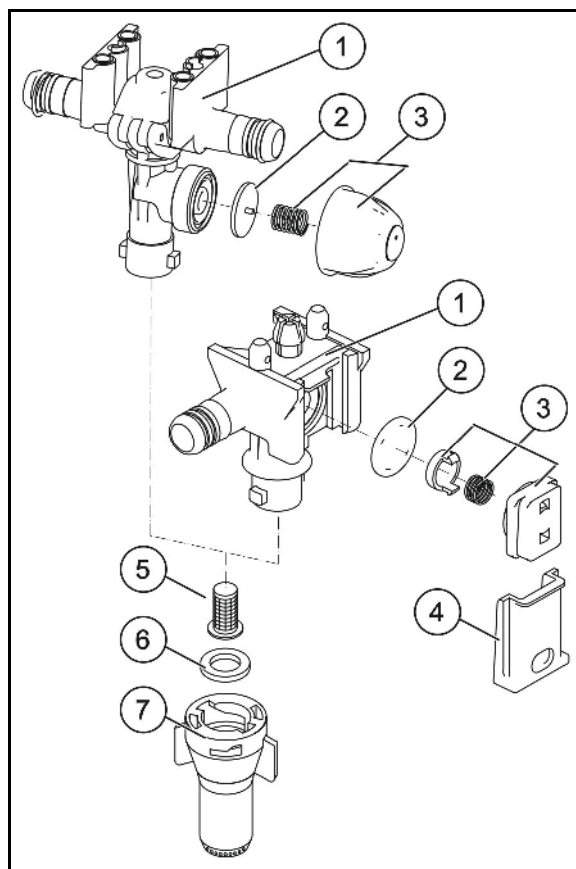

Fig. 201
- Nettoyer le filtre de conduite (Fig. 201/1) tous les 3-4 mois en fonction des conditions d'utilisation.